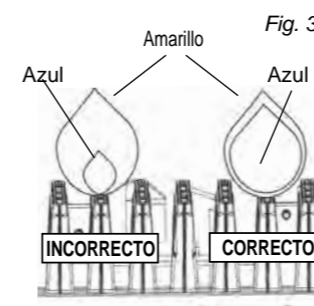

Fig. 3
- Verifique visualmente la llama del quemador a través del ducto delantero (Fig. 3). Una LLAMA CORRECTA debe ser azul con una pequeña porción de amarillo en la punta. Una LLAMA INCORRECTA es excesivamente amarilla e irregular. Si ocurre una llama incorrecta, gire la perilla de control a la posición de apagado (OFF), deje que la unidad se enfríe y luego limpie el quemador. Deje que el quemador se seque completamente antes de volver a encenderlo.